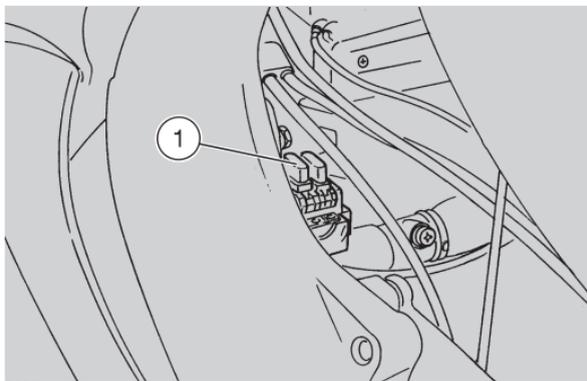

Abb. 52
SICHERUNGEN WECHSELN (Abb. 52)
- eine Sicherung (1-Abb. 52) nach der anderen herausziehen und prüfen, ob sie durchgebrannt sind;